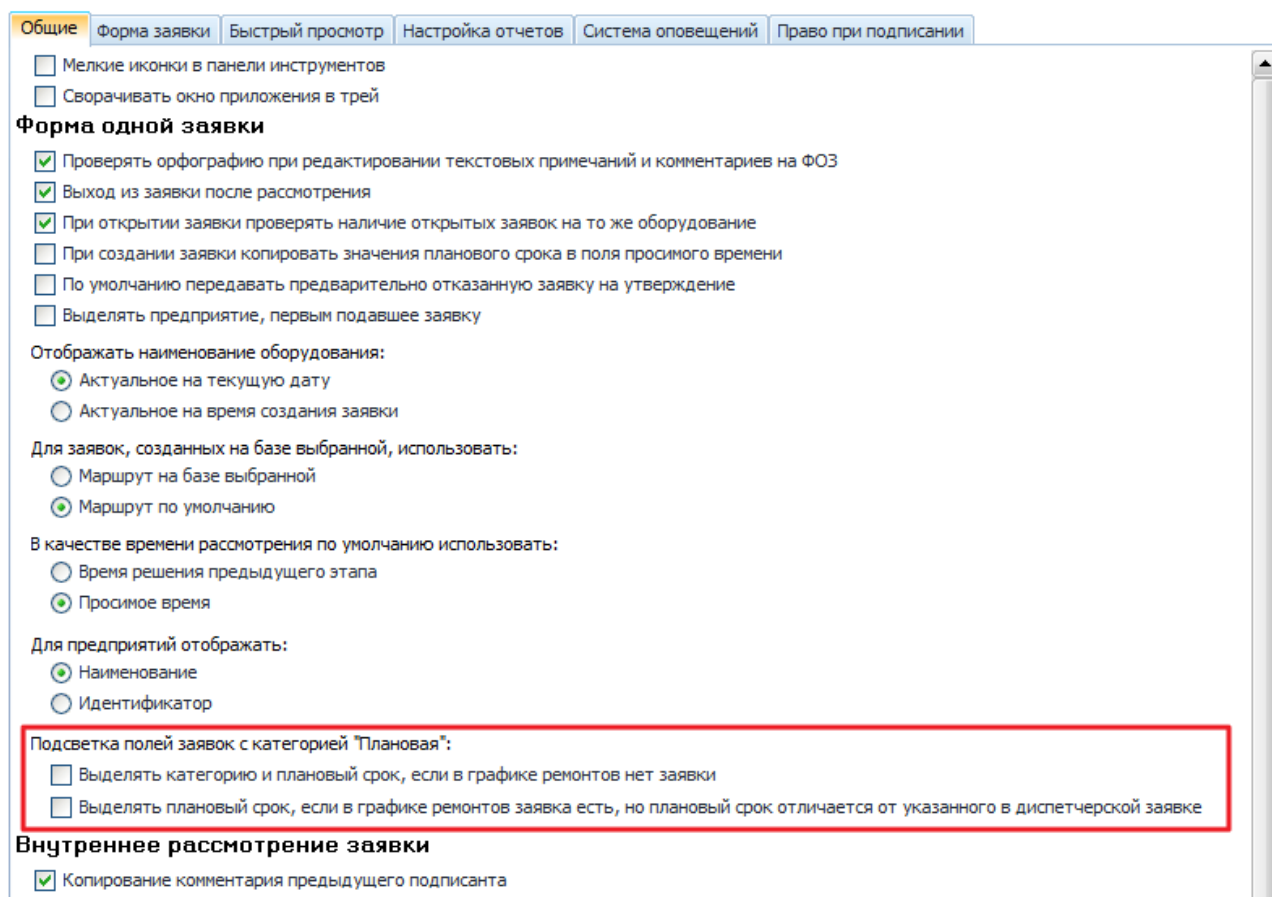

Рисунок 16.12 – Настройка выделения полей «Категория заявки» и «Плановый срок»
– «**Подсветка полей заявок с категорией «Плановая»**». В зависимости от выбранного значения происходит следующее (Рисунок 16.12):